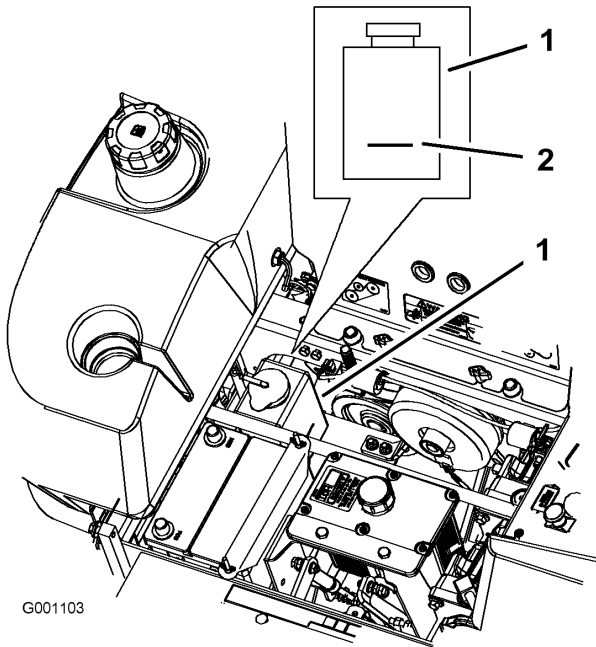

Bild 47
3. Überprüfen Sie bei abgekühltem Motor den Stand des Überlaufgefäßes. Der Flüssigkeitsstand muss mindestens das Niveau der an der Außenseite der Überlaufgefäßes angebrachten Markierung haben (Bild 47).
4. Ist der Kühlmittelstand zu niedrig, so wird ein 50/50 Gemisch aus Rostschutzmittel/Dex-Cool® und Wasser in das Überlaufgefäß gegeben (Bild 47).
5. Geben Sie das 50/50 Kühlmittelgemisch in das Überlaufgefäß bis zur am Gefäß angebrachten Markierung (Bild 47).